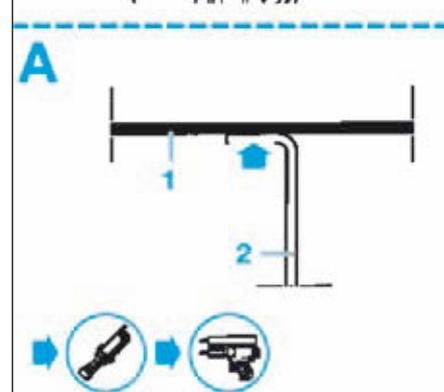
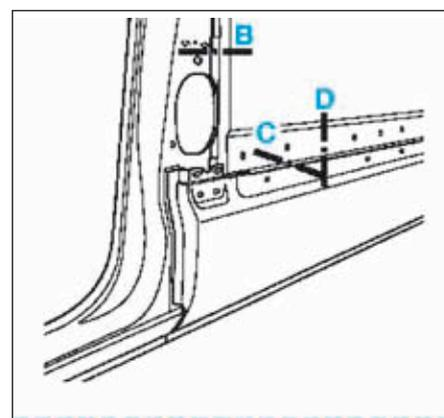

FIG.56
FIG.57
- Tracer puis découper le panneau latéral avant (Fig.56), (Fig.57), (Fig.58), (Fig.59) et (Fig.60).
- Tracer puis percer à l'aide d'un foret pour un soudage ultérieur par points (Fig.56), (Fig.57), (Fig.58), (Fig.59) et (Fig.60).
- cordon MIG (Fig.56), (Fig.57), (Fig.58), (Fig.59) et (Fig.60),